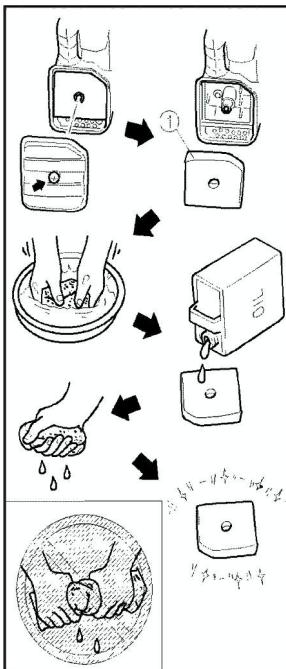

Рис.23
1. Снимите крышку для обслуживания свечи зажигания (1) (рис.23).
2. Снимите со свечи колпачок высоковольтного провода (рис. 23).